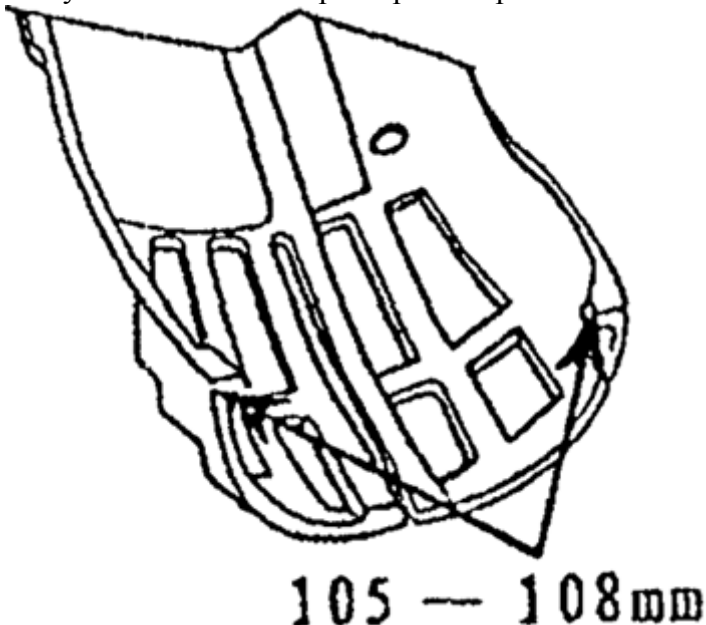

Рисунок 6
1. Измерьте внутренние размеры передних крышек расставляющих чашек. Они должны быть равны $106,5 + 1,5$ мм. Если необходимо - отрегулируйте (см. рис.6)